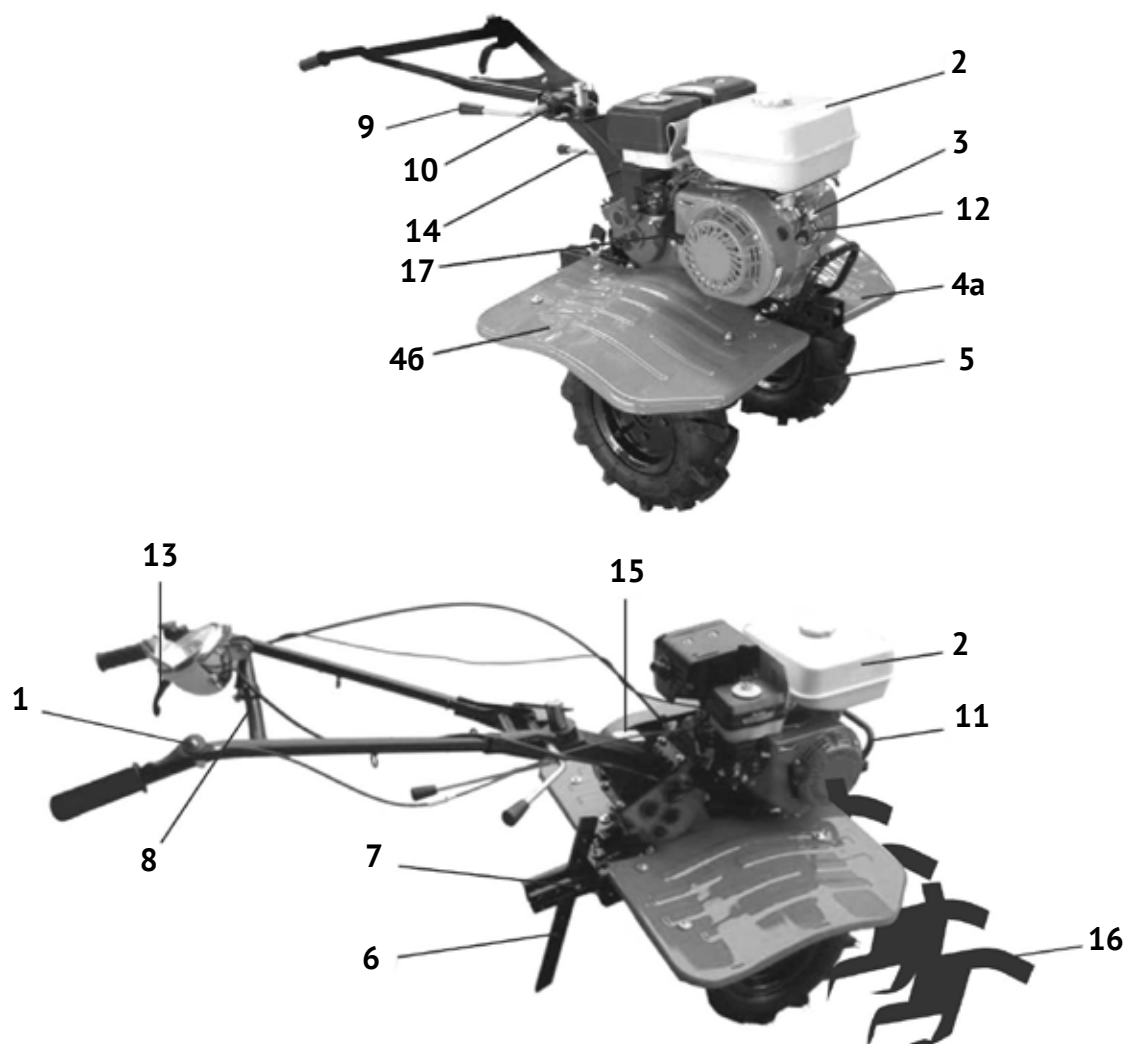
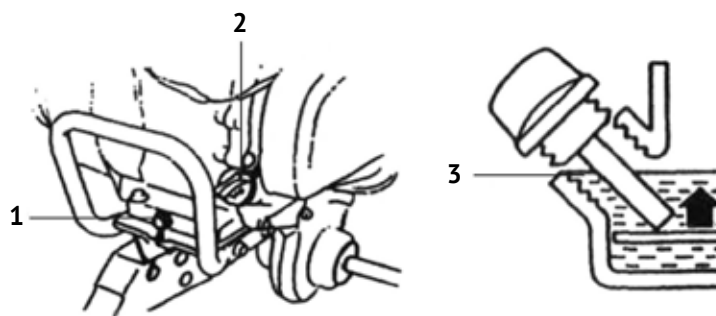

рис. 1
рис. 2
2.5 Общий вид культиватора представлен на рис.1
- совместить крепёжные отверстия в нижних частях рукоятки управления (рис.1 поз.8) с отверстием кронштейна культиватора;
- зафиксировать в удобном по высоте положении (на уровне талии) рычагом (рис.1 поз.9).
- раскрутить винтовое соединение рычага управления дроссельной заслонкой (рис.1 поз.1);
- прикрепить трос управления дроссельной заслонкой (рис.1 поз.1) так, чтобы он располагался сверху;
- раскрутить винтовое соединение рычага сцепления (рис.1 поз.13);
Внимание! *Установку и первоначальную регулировку тросов сцепления (рис.1 поз.13) и управления дроссельной заслонкой (рис.1 поз.1) рекомендуется провести в сервисном центре или доверить квалифицированному специалисту.*
Регулировка осуществляется изменением положения регулятора глубины вспашки (рис.1 поз.6), крепящемся в сцепном устройстве (рис.1 поз.7):
Выкрутите пробку-щуп (рис.1 поз.3) из маслозаливной горловины и залейте в картер масло необходимой марки до нижнего края горловины, как показано на рис.2. Вставьте сухой
Открутите крышку топливного бака (рис.1 поз.2). Заливайте бензин в топливный бак не более чем на 1 см ниже уровня основания заливной горловины. Перед запуском двигателя тщательно протрите крышку бензобака, удалив возможные при заправке брызги топлива.
Перед запуском убедитесь, что рычаг переключения передач в нейтральном положении а сцепление выключено (рычаг рис.1 поз.13 не нажат).
- резко, с усилием потяните рукоятку стартера (рис.1 поз.17) до упора, повторите действие ещё раз, если двигатель не завёлся.
- перевести рычаг переключения передач (рис.1 поз.14) в нейтральное положение;
- на прогревом до рабочей температуры двигателе выкрутите пробку для слива масла (рис.2 поз.1) в нижней части картера, разместив вспомогательную ёмкость под сливным отверстием;